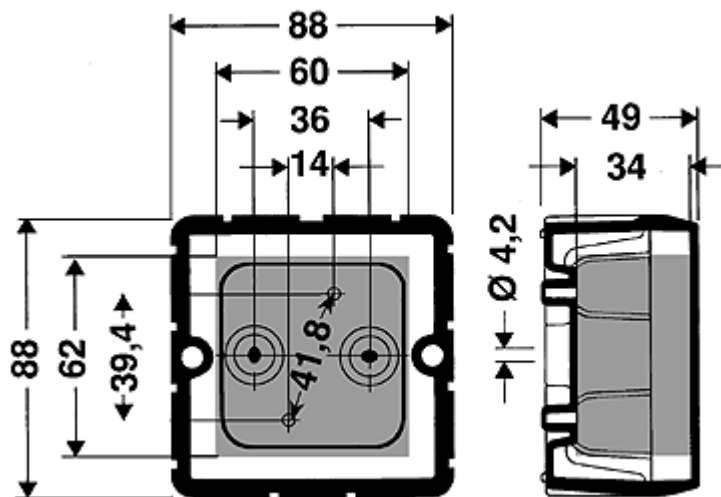

Рис.3.5
3.4. Внешний вид и основные размеры корпуса **AD04** приведены на рис.3.5.